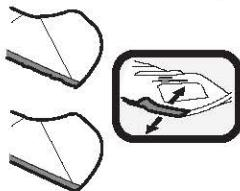

Figura 51
- Para afilar las cuchillas de corte de forma adecuada, extraiga cantidades iguales de metal de ambos extremos de las cuchillas a lo largo de los bordes cortantes, de forma paralela al borde de corte, a un ángulo de 25° a 30°. Afile siempre cada borde de las cuchillas de corte de forma pareja para mantener un centrado adecuado entre las mismas (Figura 51).